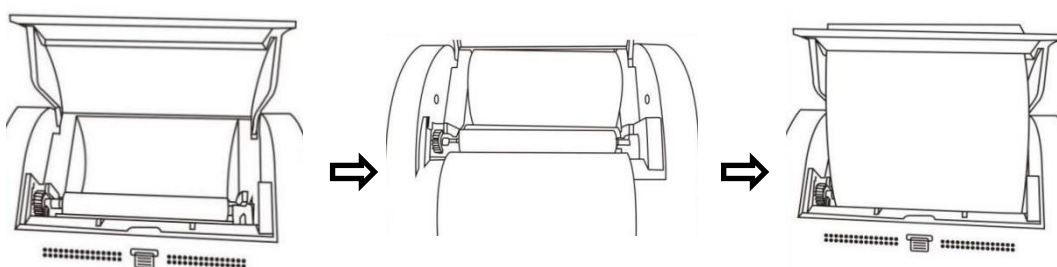

Fig 5
Paso 3: Vaya a la interfaz "Ajustes> Impresora" (consulte la sección 4.7 Imprimir), hacer clic en "Diagnóstico", la impresora realiza la tarea de impresión y el papel de la impresora que se encuentra debajo de la entrada se coloca en la pista de impresión. Cierre la tapa. (Ref. Fig 5)